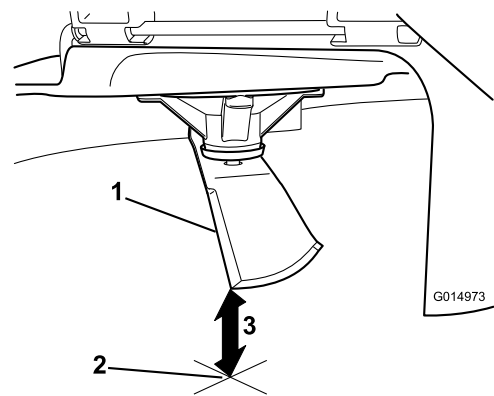

Figura 74
3. Mida desde la punta de la cuchilla hasta la superficie plana (Figura 74).